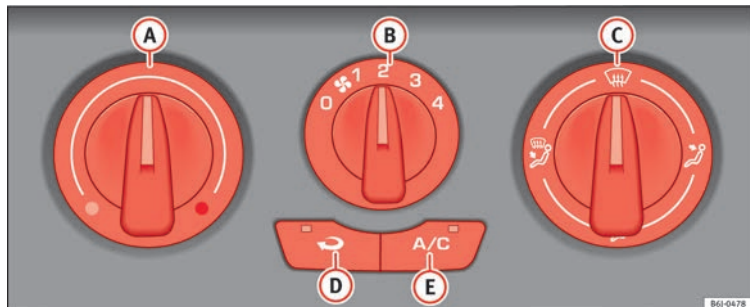

Fig. 128 Mandos del aire acondicionado en el tablero de instrumentos.
- Con los reguladores » **fig. 128 A** y **C** y con el mando **B** se regula la temperatura, la velocidad del ventilador y la distribución del aire.